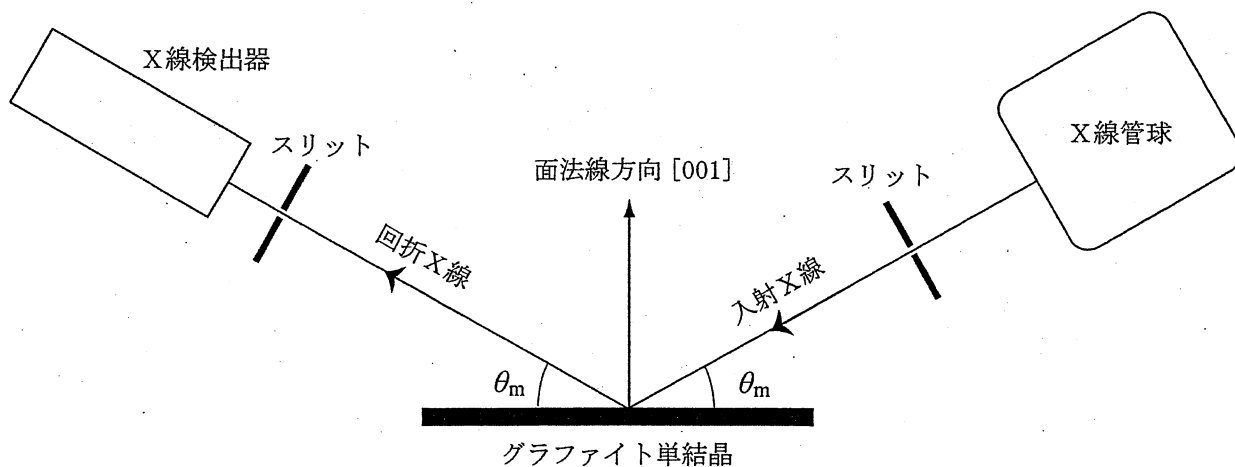

図4 グラファイト単結晶の底面での回折を利用した単色化の実験配置。
- 問8 グラファイトは、六方晶の底面、すなわち(001)面に平行な面をもつ比較的大きな板状単結晶を容易に作製できるという特徴がある。そのため、図3のようなX線管球から発生するX線スペクトルから、特定の波長のスペクトルだけを底面によるブラッグ回折を利用して選択的に取り出すモノクロメータ用単結晶として広く利用されている。グラファイト単結晶を図4のようにX線管球の出口に設置し、図3の  $1.54\text{ \AA}$  に現れる鋭い強度分布のみを取り出す場合、入射X線とグラファイト単結晶の表面とのなす角  $\theta_m$  は何度に設定すればよいか求めなさい。